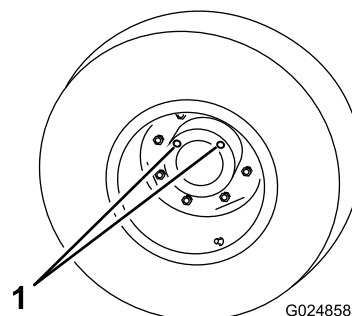

Figura 64
5. Girate la ruota finché i fori aperti nel planetario si trovino a ore 11 e 1 (Figura 64).